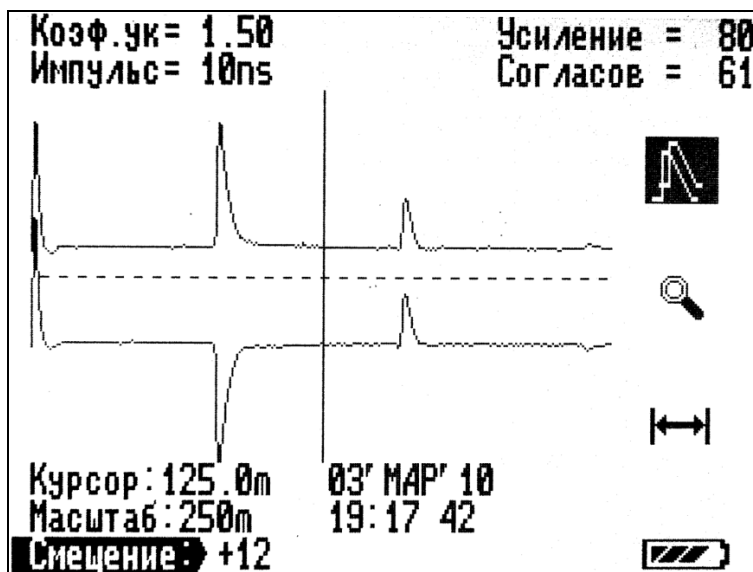

Рисунок 6-7 Сравнение рефлектограмм
- выделяется индикатор режима сравнения с рефлектограммой из памяти (символ - ) (см. рисунок 6-7),